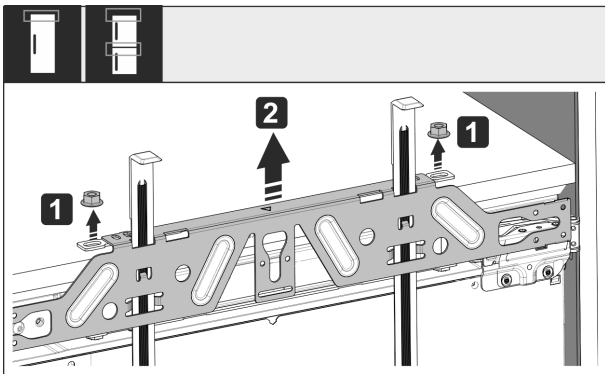

Fig. 58
- Avaa vastamutterit Fig. 58 (1).
- Irrota asennuskehys Fig. 58 (2).